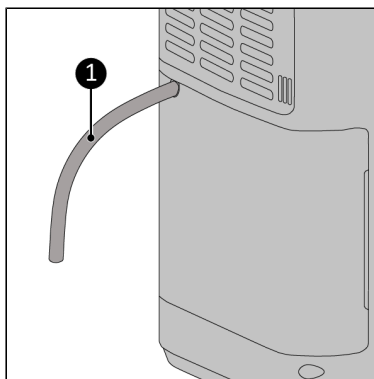

Figure 37.
2. Raccordez un tuyau d'eau adéquat (Figure 37) au tuyau de drainage à l'aide d'un collier de serrage.